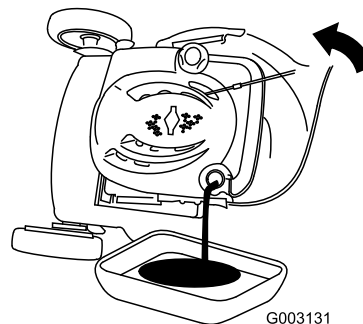

Figure 37
7. Basculez la machine sur le côté, tube de remplissage en bas, pour vidanger l'huile usagée dans le bac de vidange par le tube de remplissage (Figure 37).